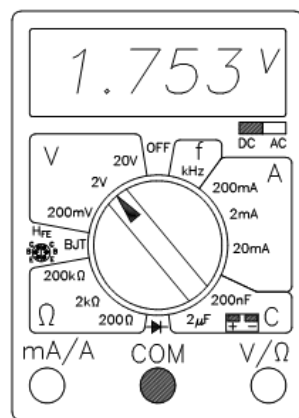

Figura 10: *Elementos dun polímetro xenérico.*
O polímetro da Figura 10 é similar ao que atoparás no laboratorio. Á dereita hai un conmutador que selecciona se as medidas se farán en corrente continua (DC), ou en corrente alterna (AC). Neste último caso, na pantalla amosaranse valores eficaces.